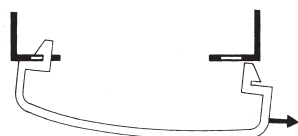
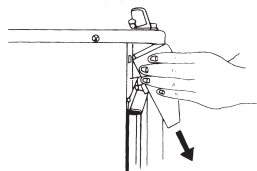

図5
図6
- 2 爪をはずした側に横にずらし (図5)、手前下方に下げます (図6)。